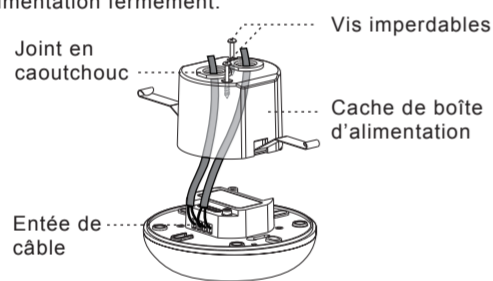

FIG. 11
4.4.2.2 Utiliser un tournevis pour casser le joint en caoutchouc sur le cache de boîte d'alimentation, puis faire cheminer les câbles à l'intérieur (voir FIG. 11).